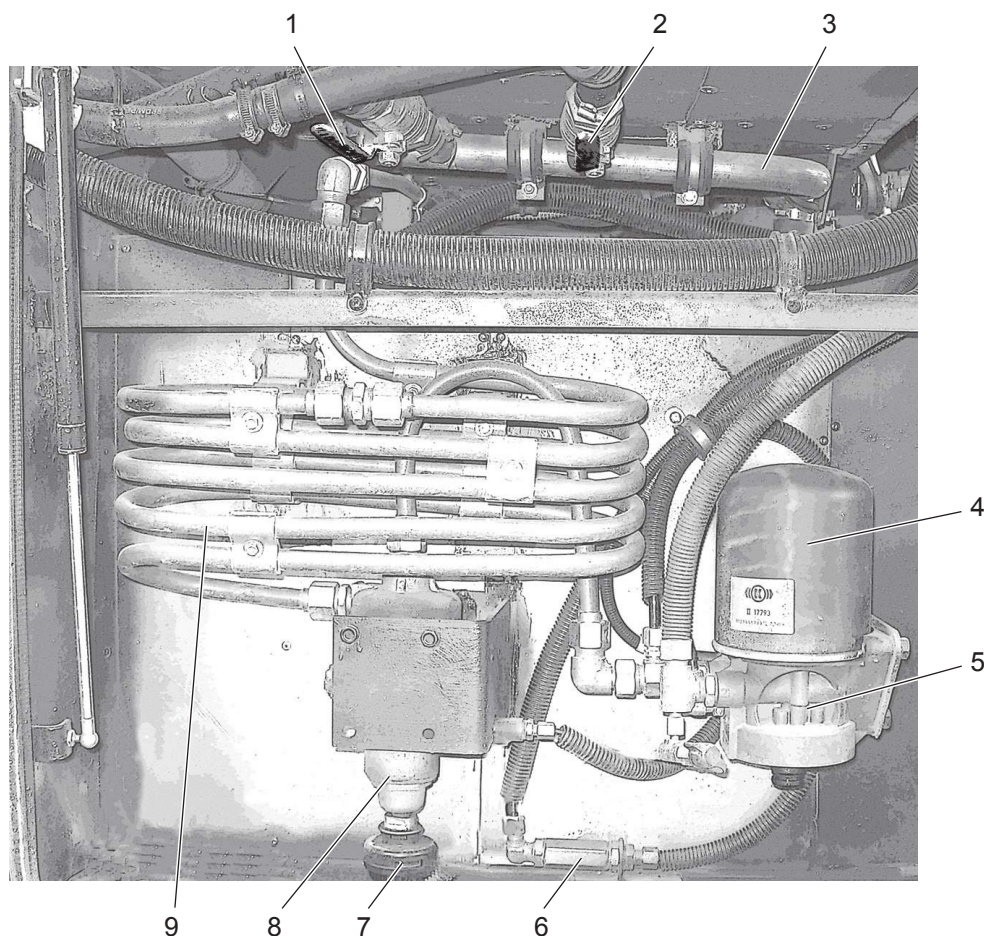

Рисунок 4.8.3 – Блок подготовки сжатого воздуха и краны управления отоплением:
- очистить поверхность осушителя воздуха 5 (рис. 4.8.3) от пыли и грязи;